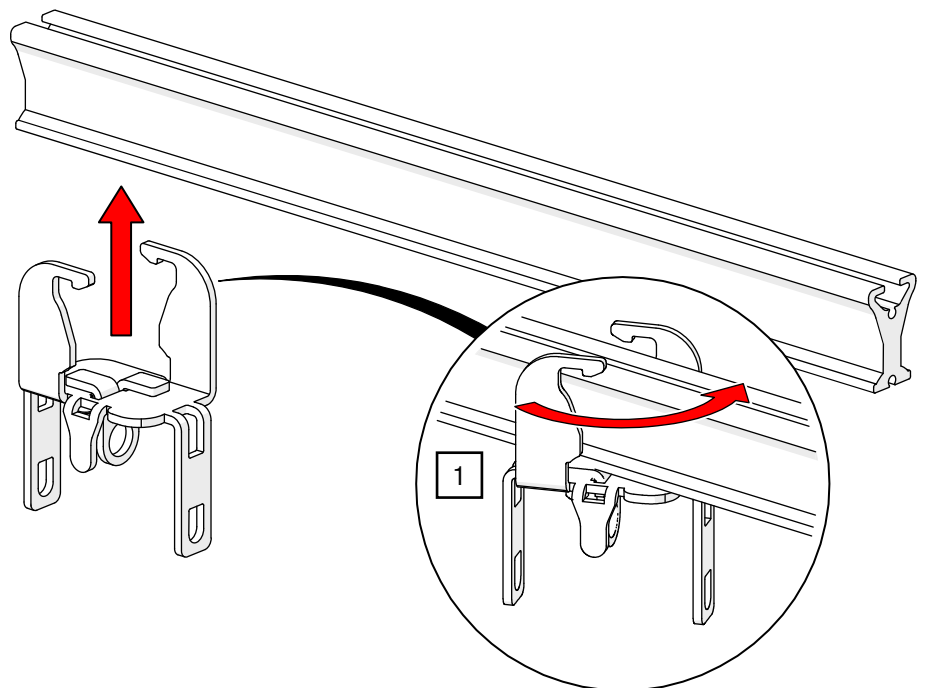
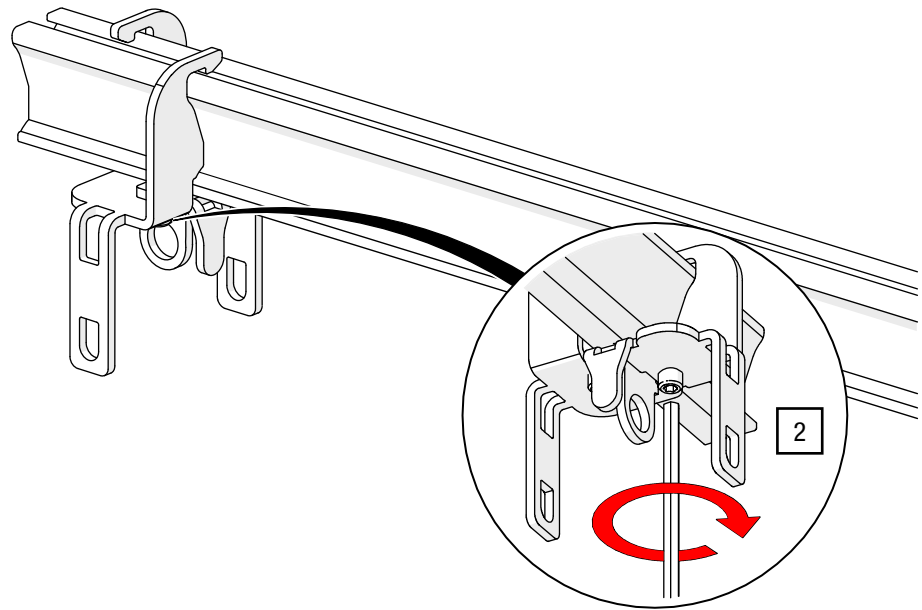

Abb. 51: Endanschlag variabel mit Vorhangbefestigung – Auf Schiene aufstecken
Abb. 52: Endanschlag variabel mit Vorhangbefestigung – Gewindestift befestigen
3. Drehen Sie die Gewindestifte bündig zur Grundplatte, stecken Sie den Endanschlag auf die Schiene und drehen Sie ihn um 90° in die Endposition (siehe Abb. 51).
Achten Sie auf die korrekte Orientierung des Anschlags für folgende G-TRACK Laufwagen entsprechend Grafik Abb. 51 und Abb. 52.
4. Ziehen Sie die Gewindestifte mit einem ISK SW 2,5 und 6 Nm an (siehe Abb. 52).